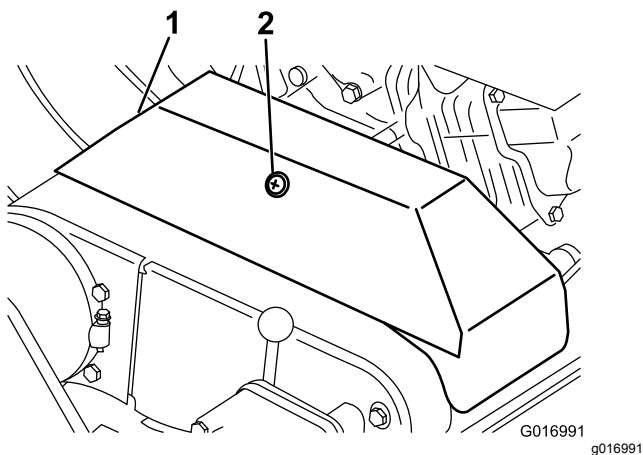

Bild 46
2. Losen Sie den Halter, mit dem die Treibriemenabdeckung befestigt ist. Drehen Sie die Abdeckung, um sie zu ­ffnen (**Bild 46**).
2. Lösen Sie den Halter, mit dem die Treibriemenabdeckung befestigt ist. Drehen Sie die Abdeckung, um sie zu öffnen (Bild 46).